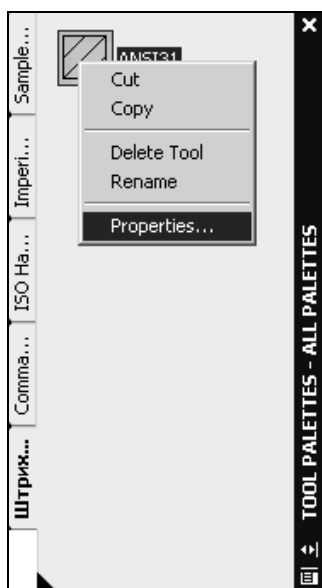
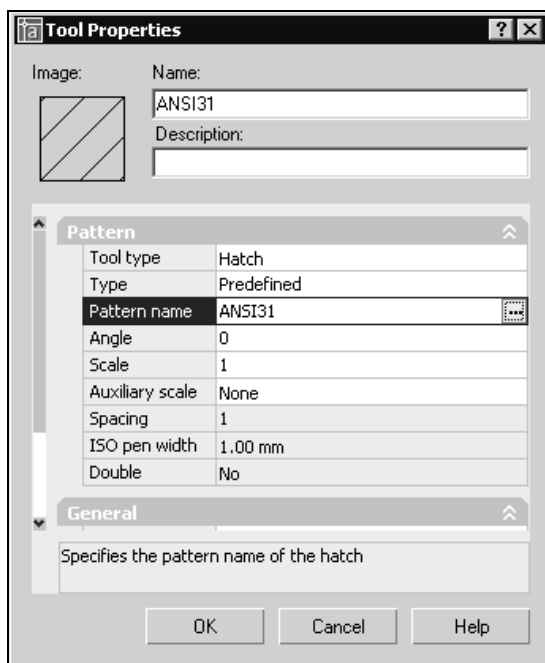

Рис. 8.21. Контекстное меню для управления пиктограммой образца штриховки
Рис. 8.22. Диалоговое окно настройки свойств образца штриховки
- Щелкните правой кнопкой мыши на пиктограмме штриховки, расположенной на палитре, и в появившемся контекстном меню выберите **Properties** (Свойства объекта) (рис. 8.21). Появится диалоговое окно **Tool Properties** (Свойства инструмента) (рис. 8.22).